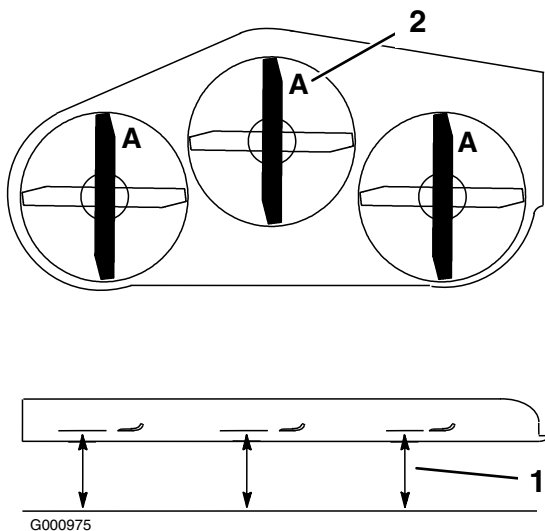
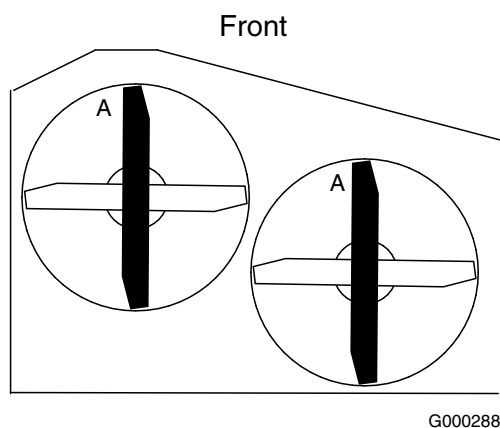

Figura 58
Figura 59
3. Gire las cuchillas hasta que los extremos estén orientados hacia adelante y hacia atrás. Mida desde una superficie nivelada hasta el filo de corte, posición **A**, de las cuchillas (Figura 58). Anote esta dimensión. Para las plataformas de cortacésped de 36 pulgadas, consulte la Figura 59.